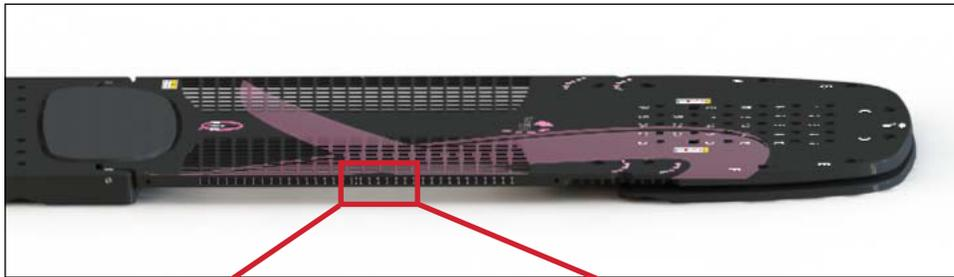

ABB. 27
3. Richten Sie die Ausrichtungsmarkierung in der Mitte der Seitenskala mit der Registrierungsmarkierung auf der Patientenliegefläche und die untere Kante des Etiketts direkt über der unteren Kante der Patientenliegefläche aus. Die Null sollte sich am Kopfende der Vorrichtung befinden (Abb. 27 und 28).